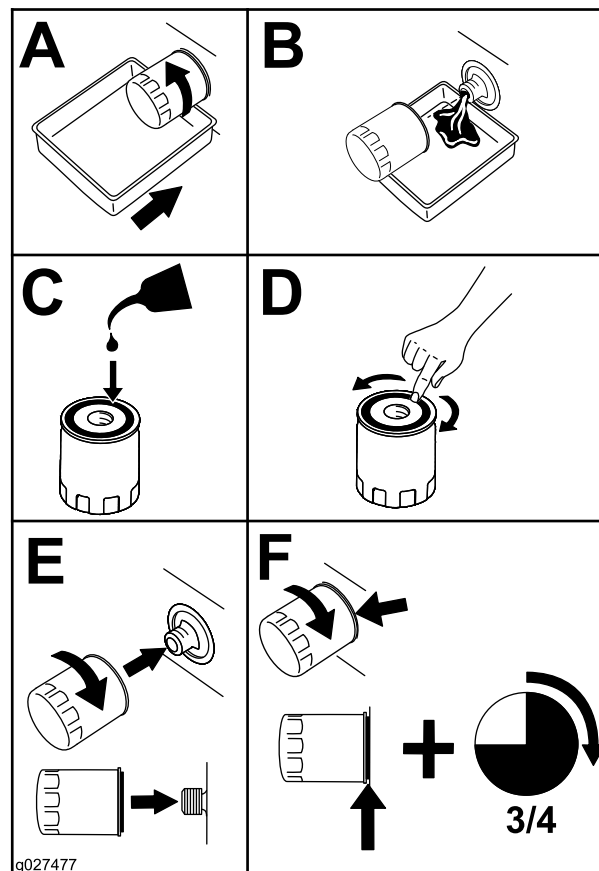

Figura 46
2. Sustituya el filtro de aceite del motor (Figura 46).